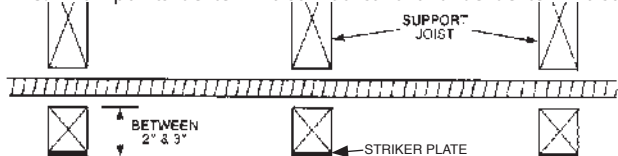
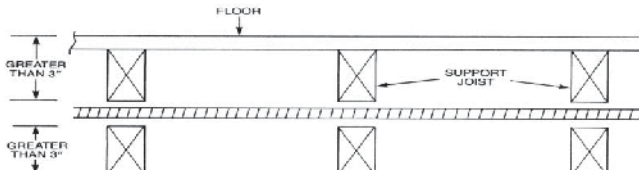

Figure 4.14 Blindage aux points de support lors que la pénétration a lieu à 2-3 pouces du bord
Figure 4.18 Point de pénétration à plus de 3" du bord d'une poutre, d'un montant, d'une plaque, etc.
2. Aux points de support et aux points de pénétration, à 5,1 - 7,6 cm (2-3 pouces) de tout bord d'une poutre, d'un montant, d'une plaque ou autre élément structurel, un blindage est nécessaire sur toute la zone de support. Le quart d'une plaque de protection suffit (Figure 4.14).
1. Soutenir la conduite de façon à ce qu'elle soit à plus de 3 pouces de tout bord d'une poutre, d'un montant, d'une plaque, etc. ou d'une surface murale (voir Figure 4.18, à rapprocher de la Figure 4.14).
Ne pas utiliser de TAIO HOME-FLEX® si le compteur doit être soutenu par le système de conduite. Si le compteur est soutenu par la structure du bâtiment, la pratique générale consiste à acheminer le système TAIO jusqu'à une bride terminale montée à l'extérieur du bâtiment, et à raccorder le compteur à la bride terminale par une conduite rigide. Il est également possible d'utiliser une conduite rigide pour passer dans le bâtiment et de placer le raccord HOME-FLEX® à l'intérieur de la structure (Figure 4.14)